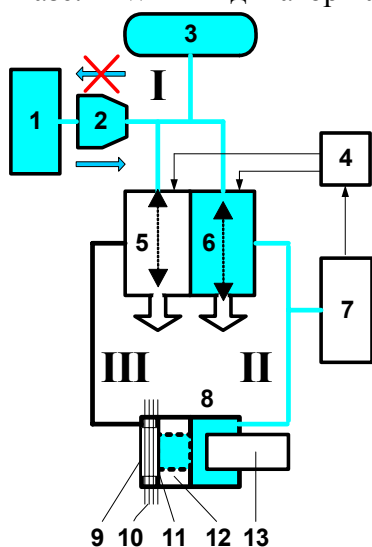

Рис.2 Включение контура II
**Контур II блокировки хабов** включает VSV2 электропневмоклапан 6, вакуумный выключатель 7, соединительные трубки и правые герметичные полости хабов 8. Начало процесса блокировки хабов показано на рис.2. По команде от 4WD контроллера срабатывает VSV2 клапан 6. В результате открывается входное отверстие сверху клапана, что приводит к объединению контуров I и II и созданию разряжения в контуре II. Одновременно закрывается выходное отверстие в нижней части клапана 6 для исключения утечки вакуума. Уровень разряжения в объединенных контурах I и II проверяется с помощью вакуумного выключателя 7.